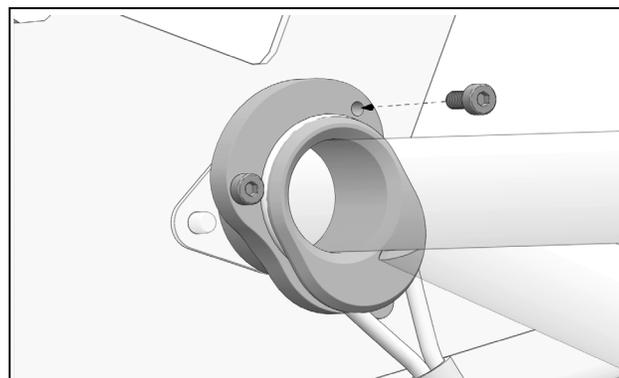

Figure 16
- Ré-installer le boulon retiré lorsque l'ajustement est terminé. Figure 16.